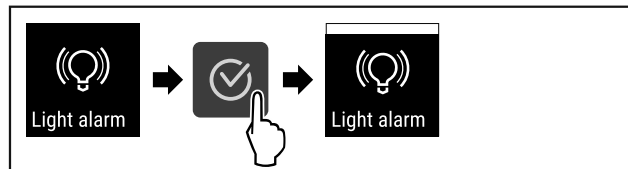

Fig. 98
- ▶ Vykonajte kroky akcie (pozri Fig. 98) .